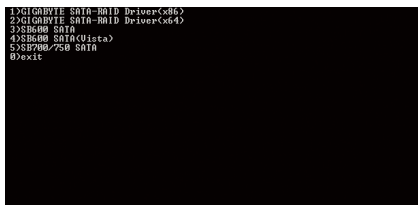
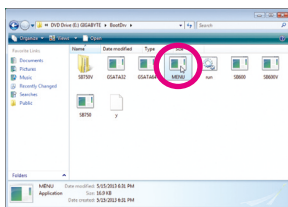

図 2
図 3
ステップ 2: コントローラメニュー (図 2) が表示されたら、起動ディスクを取り出し、フォーマット済みの空きフロッピーディスクを挿入します。メニューから対応する文字を押して、コントローラドライバを選択します。例えば、図2のメニューから、RAID/AHCIにオペレーティングシステムをインストールするには、AMD SB700 SATA コントローラに対して(5) SB700/750 SATAを選択します。システムはこのドライバファイルを自動的に圧縮し、フロッピーディスクに転送します。完了したら、<0> を押して終了します。
代替システムを使用して、マザーボードドライバディスクを挿入します。光ドライブフォルダから、BootDrv フォルダで MENU.exe ファイルをダブルクリックします (図 3)。図 2 に似たコマンドプロンプトウィンドウが表示されます。